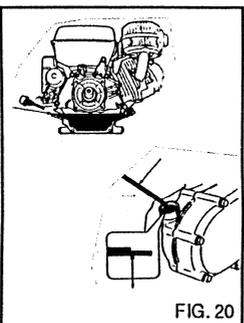

FIG. 20
Périodiquement contrôler le niveau de l'huile dans le moteur à essence faisant sortir le bouchon avec la tige du niveau (fig. 20). Changer l'huile après les 20 premières heures de travail et ensuite vidanger toutes les 100 heures de fonctionnement. Utiliser exclusivement de l'huile SAE 20W/40. Procéder de la façon suivante:
3) Enlever le bouchon avec la tige niveau (fig. 20).
6) Introduire l'huile par la goulotte supérieure et vérifier le niveau par la tige (fig. 20).